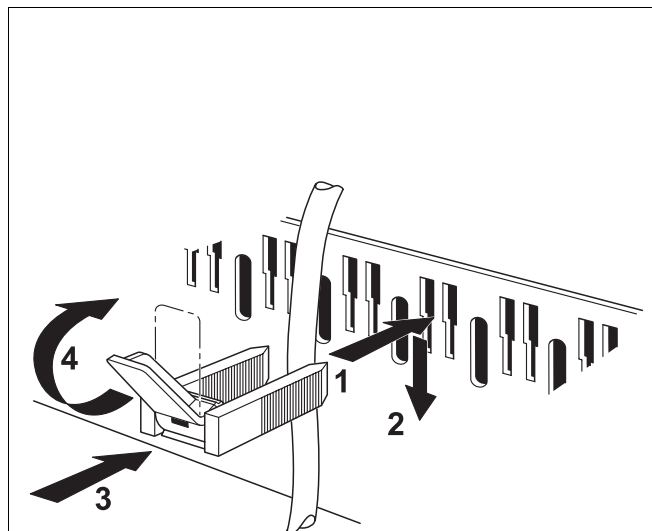

Fig. 14 Asigurați conductele cu bride de cablu
- Asigurați toate conductele cu bride de cablu (Fig. 14):
- Se introduce brida de cablu cu conducta deja trasată din partea de sus în deschiderile de la cadrul de bride (Fig. 14) ; indicatorul trebuie să fie orientat în sus (Fig. 14, Pasul 1).
- Trageți carcasa cablului (Fig. 14, Pasul 2).
- Se apasă (Fig. 14, Pasul 3).
- Indicatorul se poziționează în sus (Fig. 14, Pasul 4).